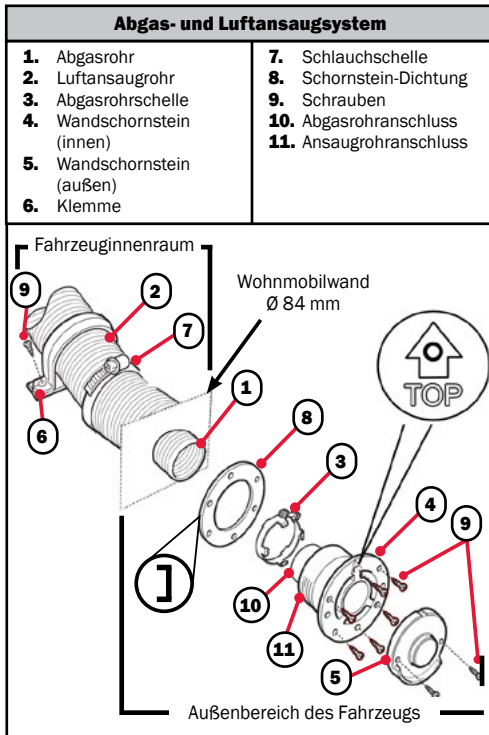

Abbildung 9
- Bohren Sie ein Loch ( $\varnothing$  84 mm) in die Fahrzeugwand und dichten Sie es mit der Dichtung (Abb. 9 #8) ab, wobei die glatte Seite zum Abgasrohr und die Dichtung zur Wand des Wohnmobils zeigen muss (Abb. 9 #3).
- Schieben Sie eine Schlauchschelle (Abb. 9 #3) über das Abgasrohr und stecken Sie das Rohr in die Öffnung. Ziehen Sie die Schelle fest (Drehmoment 3,4 - 4 Nm).
- Führen Sie das Luftansaugrohr über die Rippen des Abgaskamins (Abb. 9 #11).
- Befestigen Sie den Abgaskamin mit 6 Schrauben (Abb. 9 #9). Achten Sie darauf, dass „TOP“ nach oben gerichtet ist.
- Befestigen Sie die Abdeckung des Abgaskamins mit 2 Schrauben und befestigen Sie dann das Abgasrohr mit der Befestigungsschelle an der Fahrzeugwand (Abb. 9 #6)..